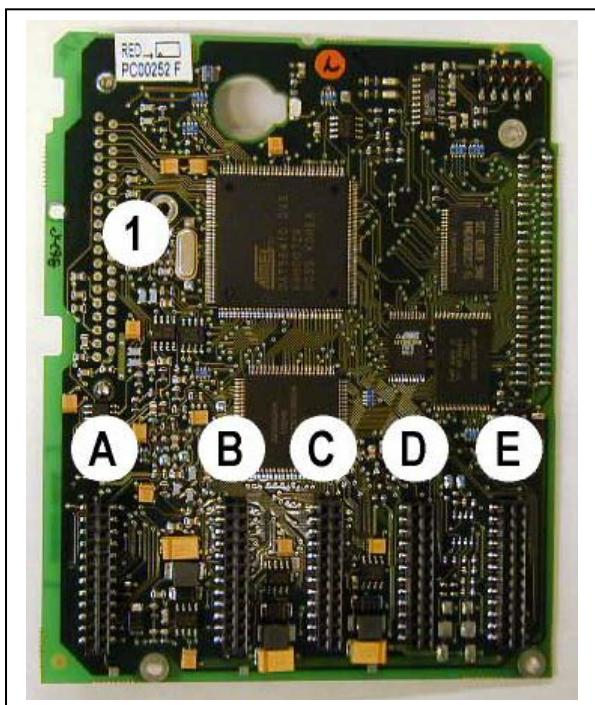

Рисунок 6-21. Плата управления NX
Блок управления преобразователя частоты состоит из платы управления и дополнительных плат, устанавливаемых в пять параллельных слотов (A—E), расположенных на плате управления (см. рис. 6-21 и 6-22). Плата управления соединена с силовым блоком D-соединителем (1) или оптоволоконными кабелями (FR9).